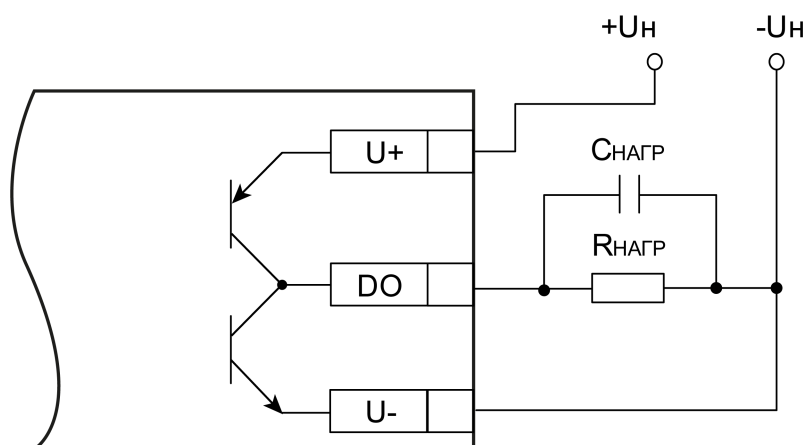

Рисунок 5.14 – Схема подключения нагрузки в режиме включения «верхний и нижний ключи»
- верхний и нижний ключи (рисунок 5.14) – для коммутации нагрузки с большей емкостью и меньшим током (менее 100 мА).